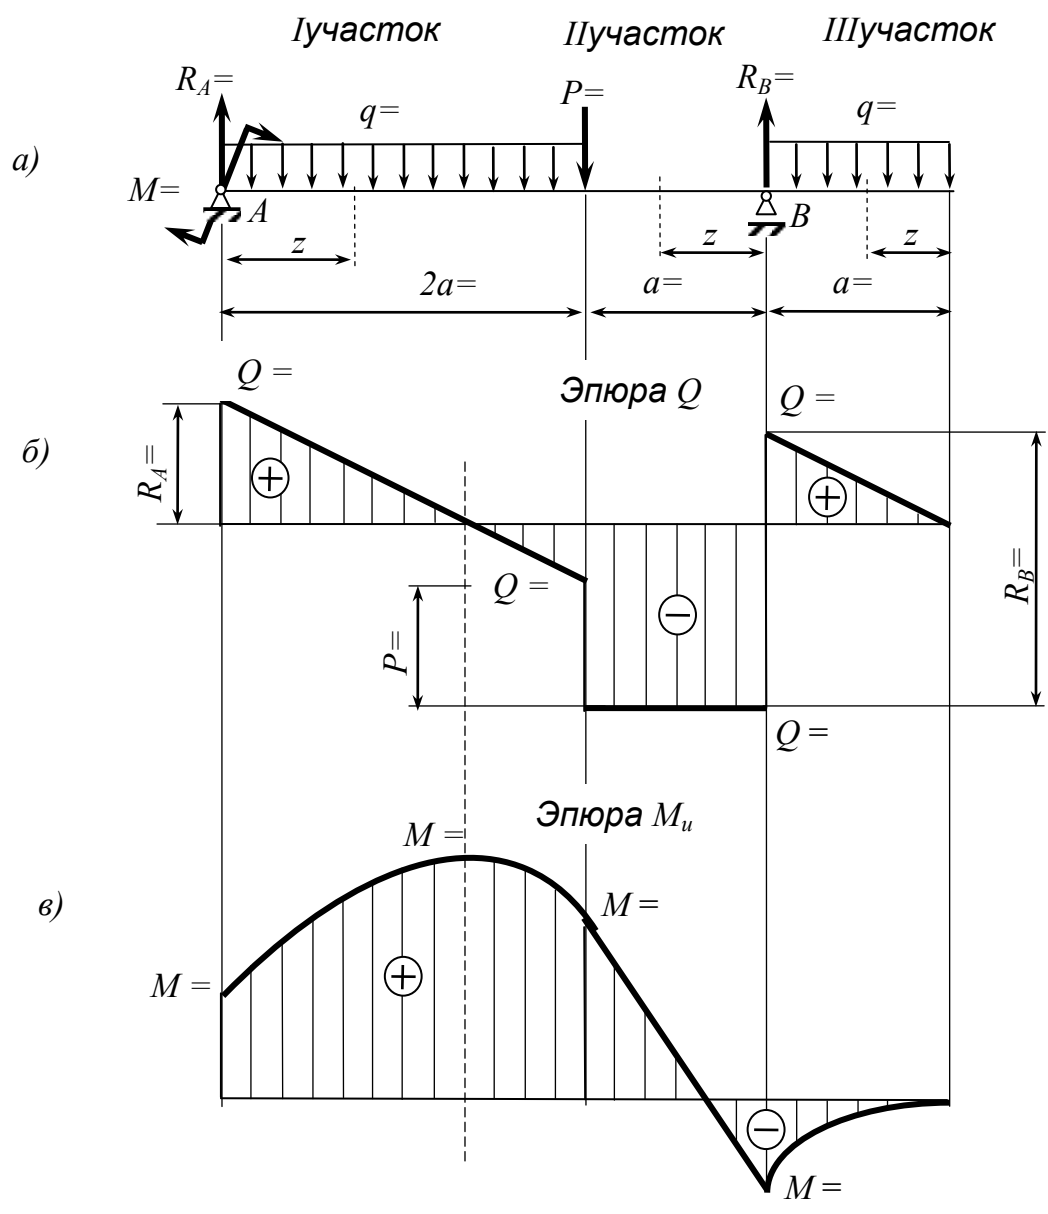

Рис. 8
1. Вычертить балку в масштабе, указав буквенные и числовые значения всех величин (рис. 8, а).
По вычисленным значениям построить в масштабе эпюры Q и M , указав их знак, значения величин в характерных сечениях с их единицами измерений (рис. 8, б, в). По эпюрам установить опасное сечение.